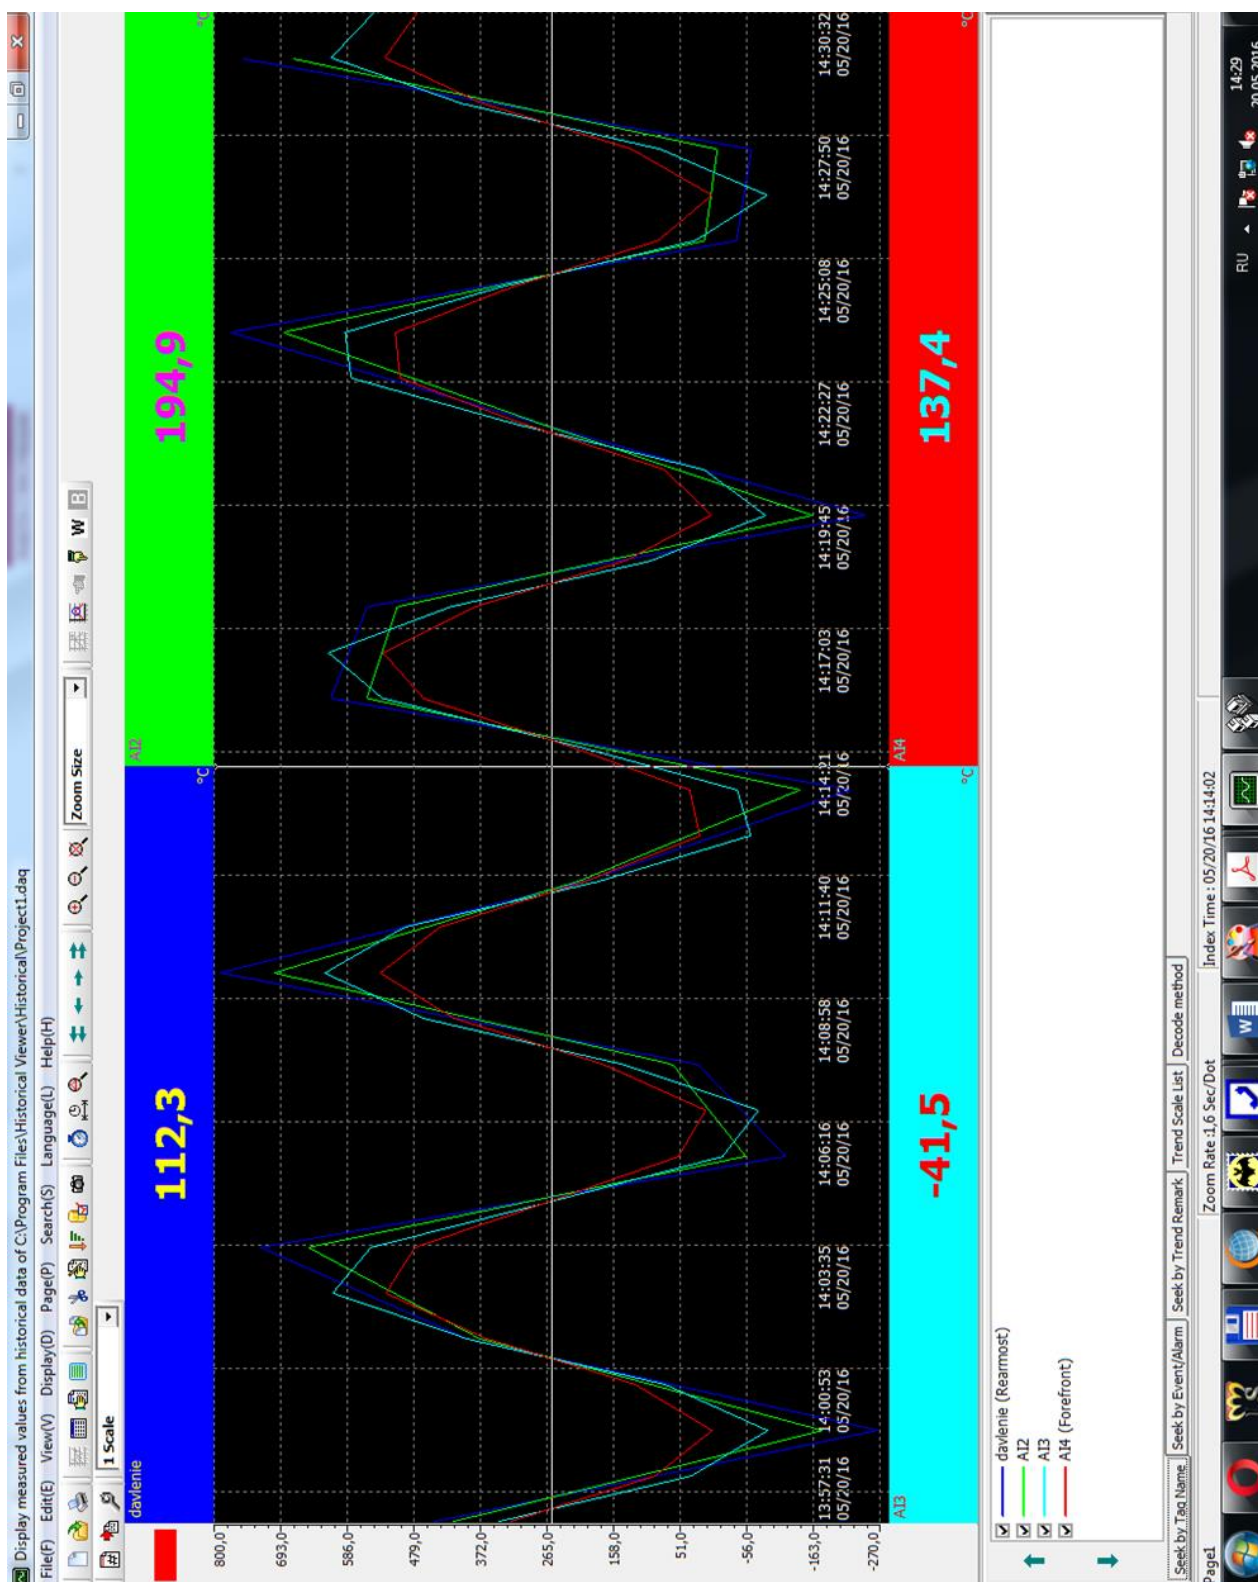
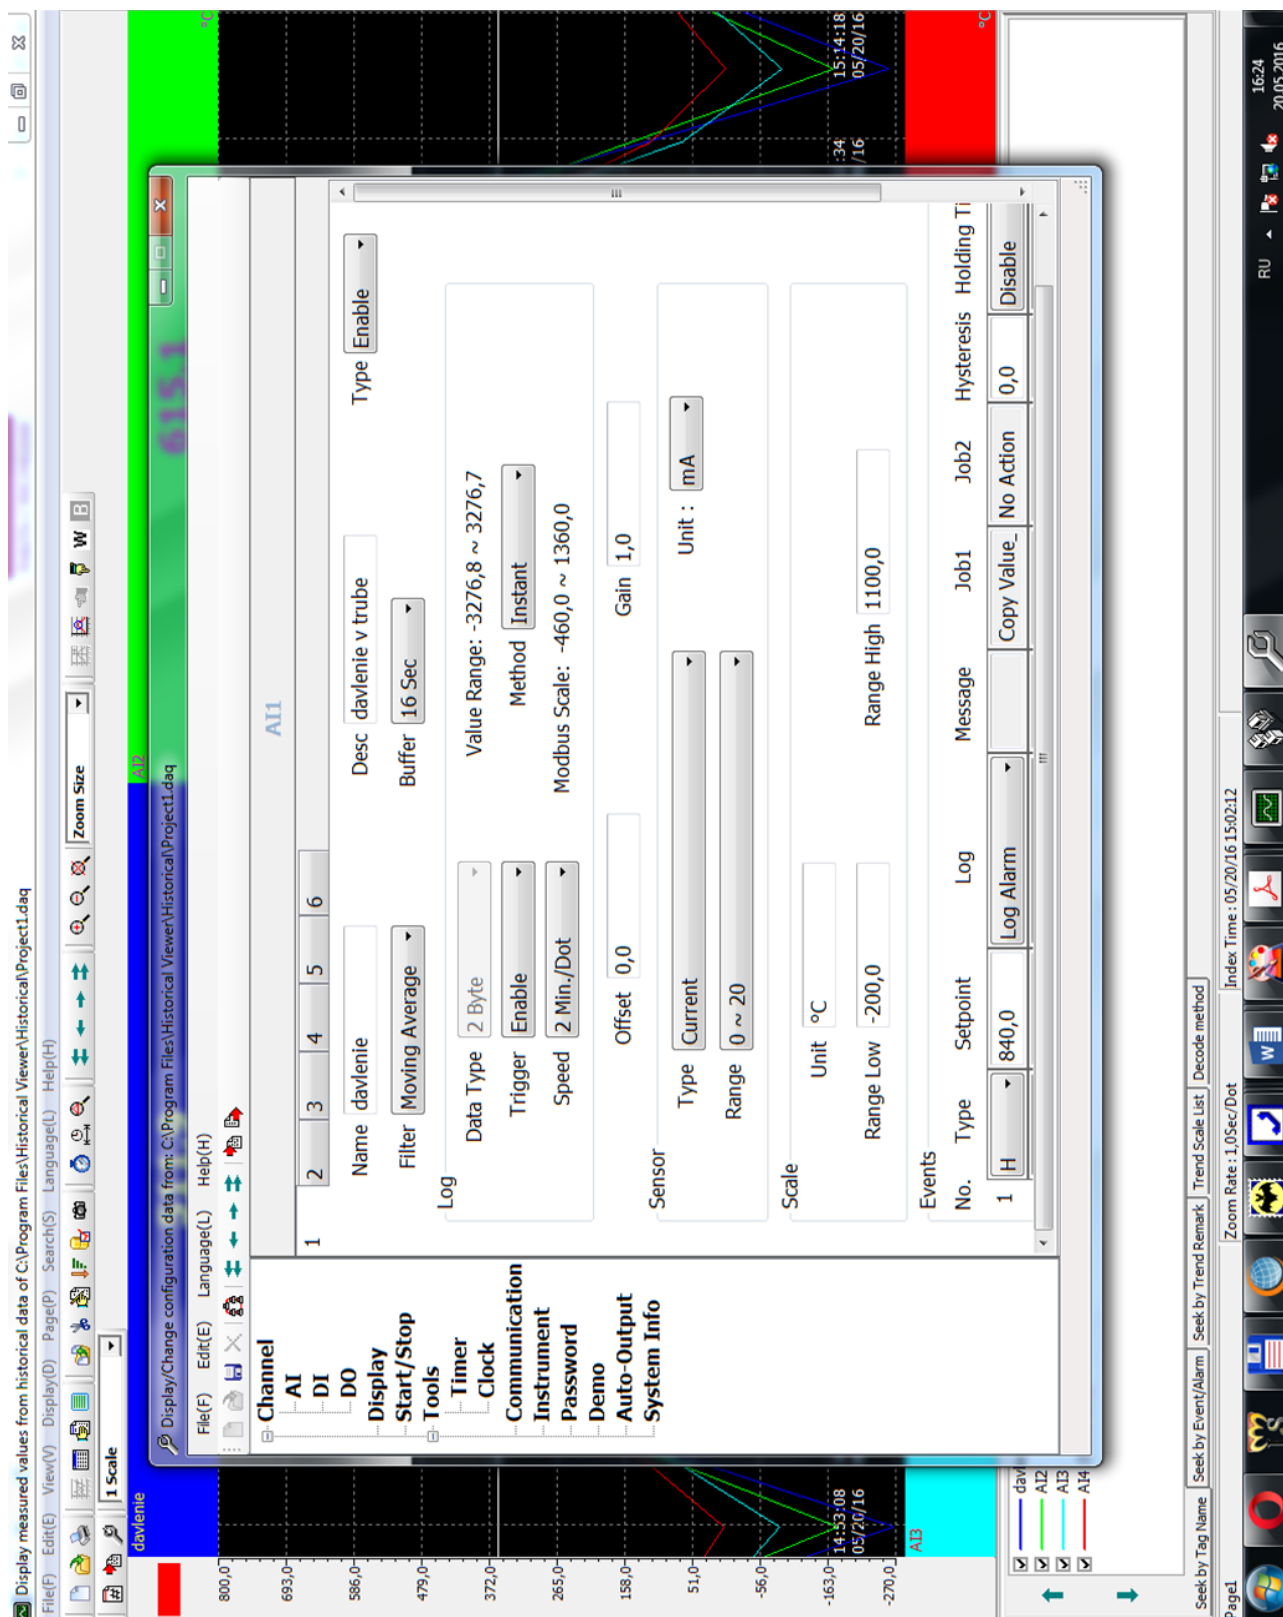
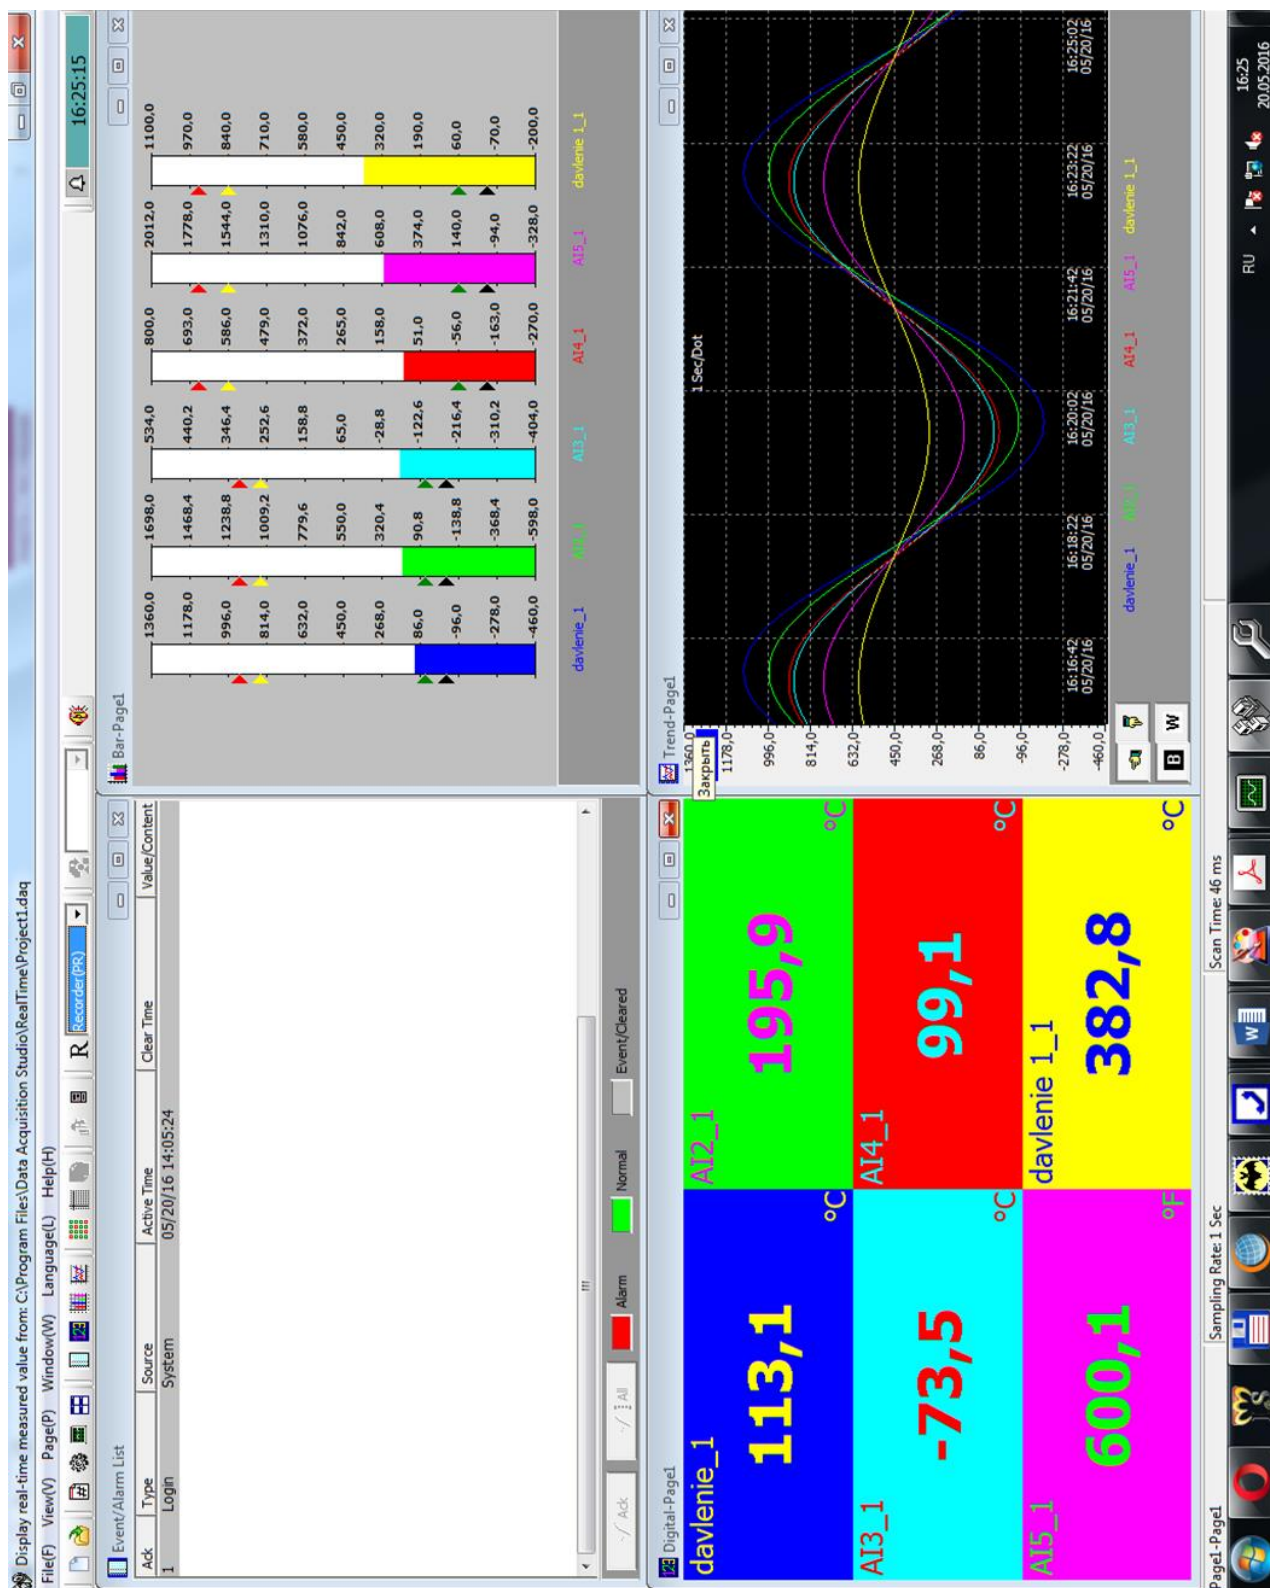
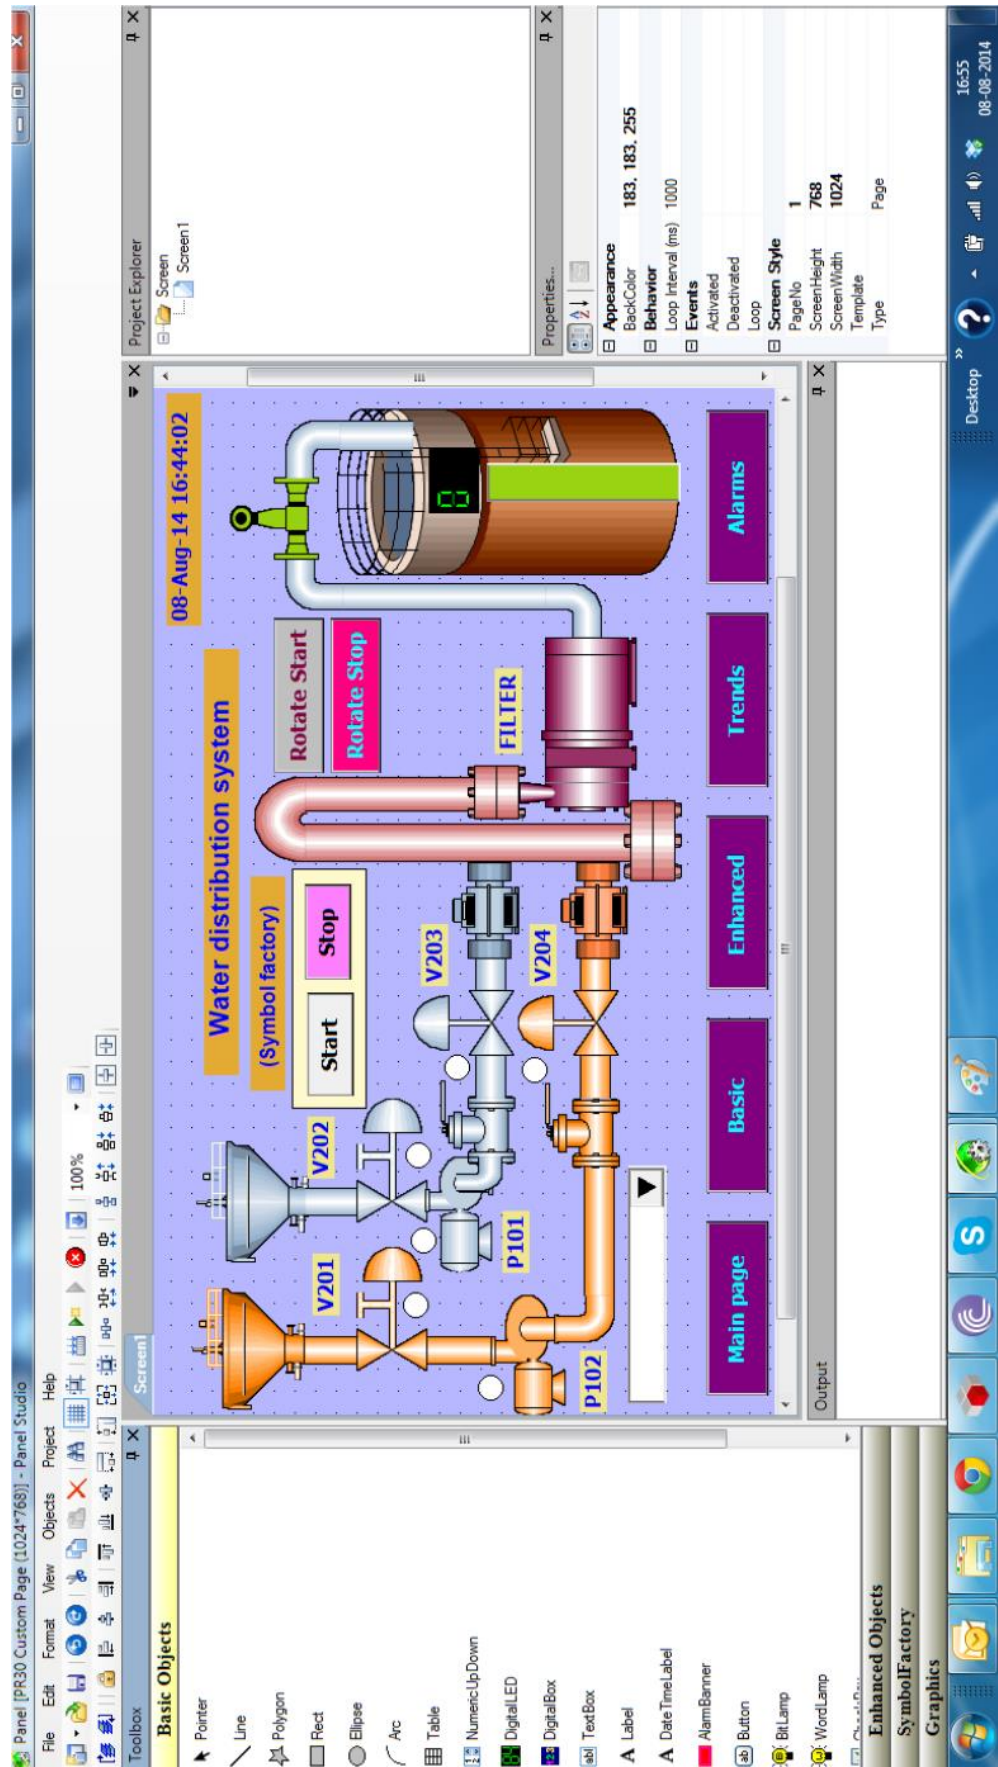

Рисунок 6
Рисунок 7
Рисунок 8
Рисунок 9
1.4.2 ПО регистратора содержит в своем составе приложения, отвечающие за просмотр сохраненных в памяти регистратора данных, конфигурирование регистратора, просмотр данных в режиме реального времени, создание и редактирование мнемосхем протекающих процессов. А именно Historical Viewer для просмотра архивов (рисунок 6), Configuration для изменения конфигурации регистратора (рисунок 7), RealTime Viewer для мониторинга в реальном времени (рисунок 8), Panel Studio для редактирования мнемосхем (рисунок 9).